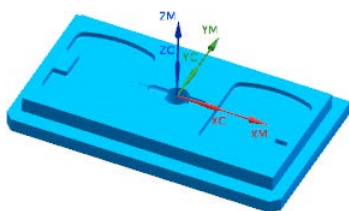

图 18.3 部件几何体
Step3. 在图形区中框选整个零件为部件几何体,如图 18.3 所示。在“部件几何体”对话框中单击**确定**按钮,完成部件几何体的创建,同时系统返回到“铣削几何体”对话框。